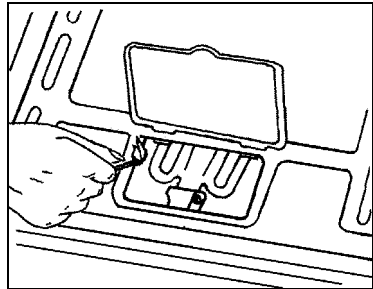

fig. 3
- Se apropie flacăra unui chibrit sau un aprinzător (fig.3).